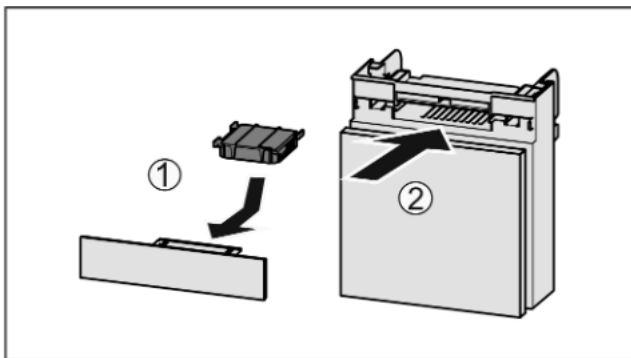

Fig. 51
- ▶ Inserire il vano Fig. 51 (2).